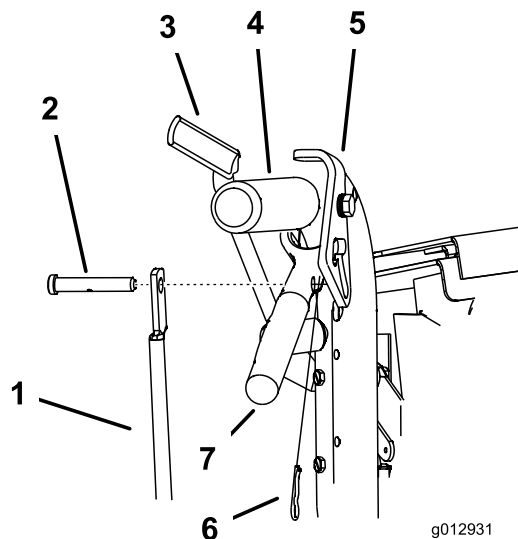

Figure 50
1. Retirez les goupilles fendues et les axes de chape des leviers de déplacement et des verrous du point mort (Figure 50).